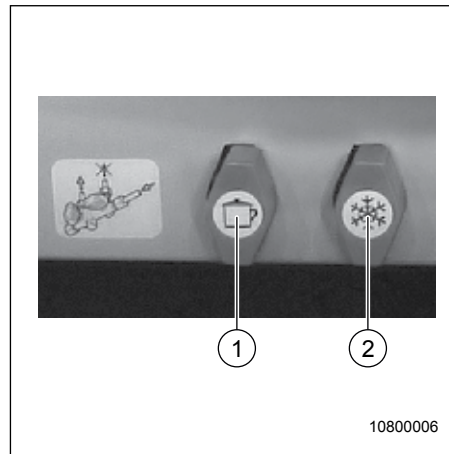

Fig. 47 Vanne de sectionnement gaz ré-
- Les vannes de sectionnement gaz pour le réchaud à gaz (Fig. 47, pos. 1) et le frigo (Fig. 47, pos. 2) se trouvent sous le plan de travail à la cuisine.